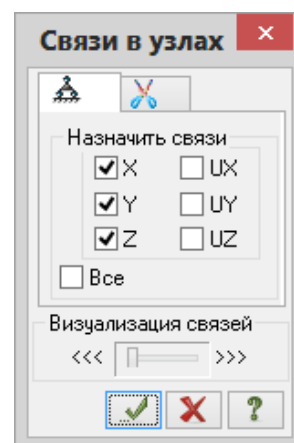

Рис.5.8. Диалоговое окно
- Щелчком по кнопке  – **Связи** (панель **Жесткости и связи** на вкладке **Создание и редактирование**) вызовите диалоговое окно **Связи в узлах** (рис.5.8).